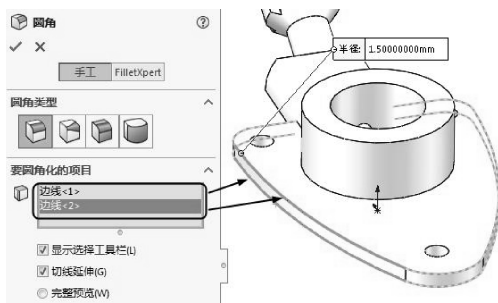

图 3-120 选取要圆角的边
- 单击【恒定大小圆角】按钮。按住【Ctrl】键选取拉伸特征2的上下两条模型边作为圆角项目,如图3-120所示。